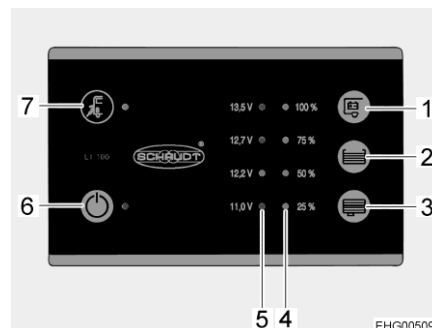

Bild 67 Panel (LT 100)
Den gula lysdioden lyser vid symbolen nätanslutning "⚡" (Bild 67,7) när fordonet är anslutet till en extern nätanslutning. Lysdioden lyser då också med avstängd panel.
Med huvudbrytaren 12 V (Bild 67,6) kopplas panelen och bodelens 12 V-försörjning till eller från.
**Slå på:** ■ Tryck på knappen "⏻" (Bild 67,6): 12 V-försörjningen för bodelen är påslagen. Lysdioden lyser grönt.
**Slå från:** ■ Tryck på knappen "⏻" (Bild 67,6) på nytt: 12 V-försörjningen för bodelen är avstängd. Lampan släcks.
Lysdiodskalan (Bild 67,5) visar batterispänningen för bodelsbatteriet enligt följande:
■ Tryck ner knapp "⏻" (Bild 67,1): Bodelsbatteriets spänning visas.
Lysdiodskalan (Bild 67,4) visar fyllnivån i färskvattentanken eller avloppstanken.
*Visa nivå:* Tryck ner knapp " (Bild 67,2): Färskvattentankens fyllnadsnivå visas med hjälp av lysdiod.
Tryck ner knapp " (Bild 67,3): Avloppstankens fyllnadsnivå visas med hjälp av lysdiod.